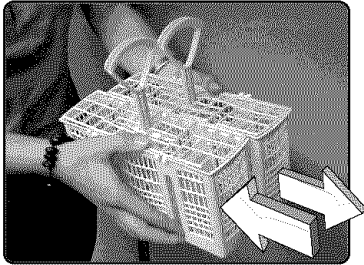

Figure 39/Illus. 39
1. Grasp the basket as shown in Figure 39, and slide the two halves in opposite directions, as shown in Figure 39.
1. Saisir le panier comme à la figure 39 et faire glisser les deux moitiés dans les directions opposées, figure 39.
1. Agarre la canasta como muestra la Ilustración 39, y deslice los dos lados en direcciones opuestas, tal como muestra la Ilustración 39.